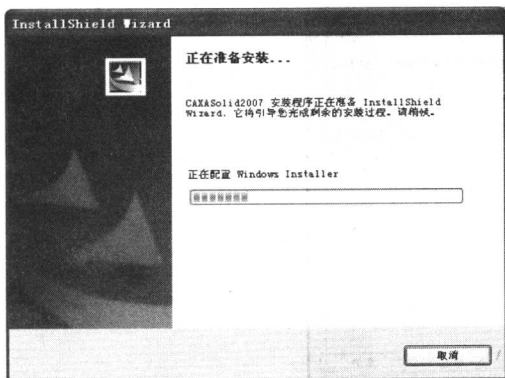
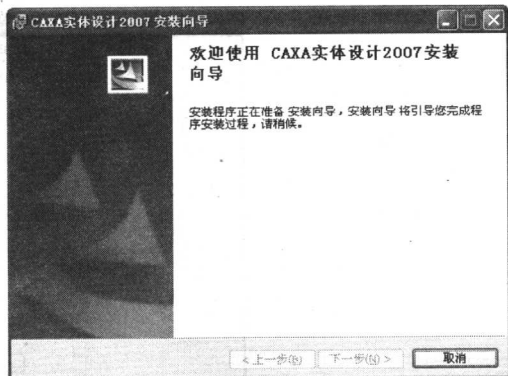

图 1-2 【正在准备安装】界面
图 1-3 【欢迎使用 CAXA 实体设计 2007 安装向导】界面
(2) 选择中文(简体),单击 按钮进入【正在准备安装】界面,如图 1-2 所示。然后进入【欢迎使用 CAXA 实体设计 2007 安装向导】界面,如图 1-3 所示。